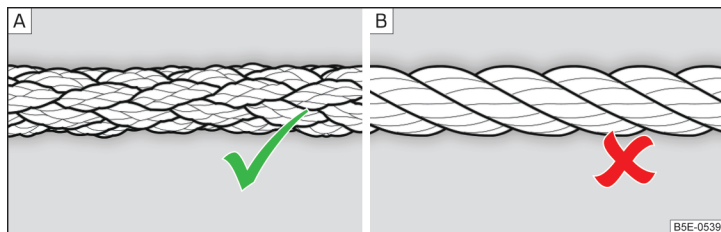

Fig. 180 Cablul de tractare împletit / cablul de tractare spiralat
Pentru tractare se recomandă utilizarea unui cablu de tractare împletit » fig. 180 - A.
- Pentru tractare se recomandă utilizarea unui cablu de tractare spiralat » fig. 180 - B, cârligul de tractare se poate deșuruba de la autovehicul - pericol de accident.